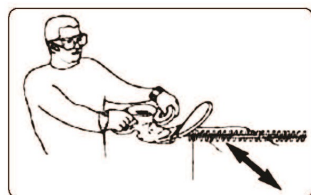

FIG. 14
**HAIES DE NIVEAU** - Pour obtenir des haies exceptionnellement droites, une ficelle peut être tirée le long de la haie et servir de guide. (Fig. 14)